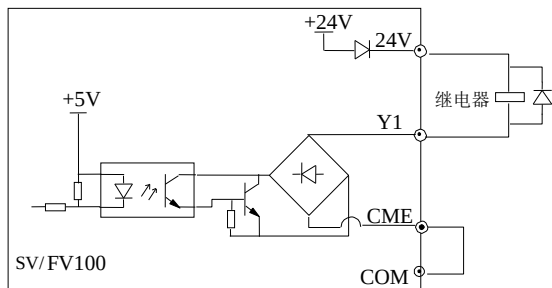
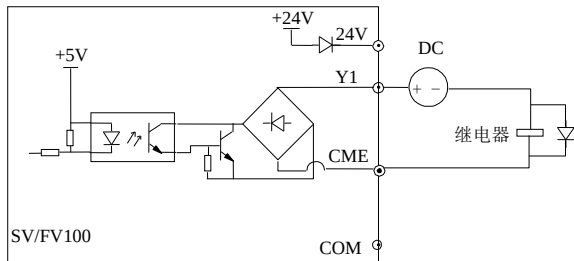

图 4-13 多功能输出端子接线方式 1
图 4-14 多功能输出端子接线方式 2
1. 多功能输出端子 Y1 可使用变频器内部的 24V 电源，接线方式请参见图 4-13。
2. 多功能输出端子 Y1 也可使用外部电源，接线方式请参见图 4-14。
5. 图 4-13、图 4-14 中，对于非 24V 继电器，应根据继电器参数选择合适的电阻，串接在继电器回路中。